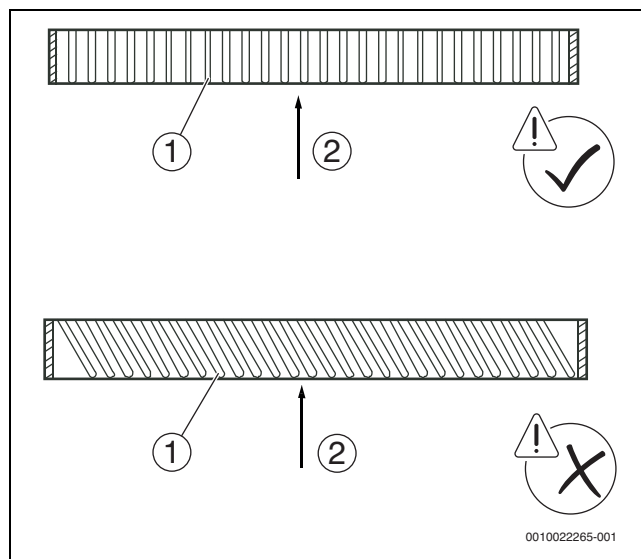

Fig. 3
- Asigurați-vă că grilajele pentru admisia aerului sunt înclinate astfel încât să fie paralele cu direcția orificiului pentru admisia aerului. Nu trebuie să existe niciun unghi de convergență între grilajul pentru admisia aerului și direcția orificiului de admisie a aerului, în caz contrar, va crește nivelul de zgomot (→ Fig. 3).